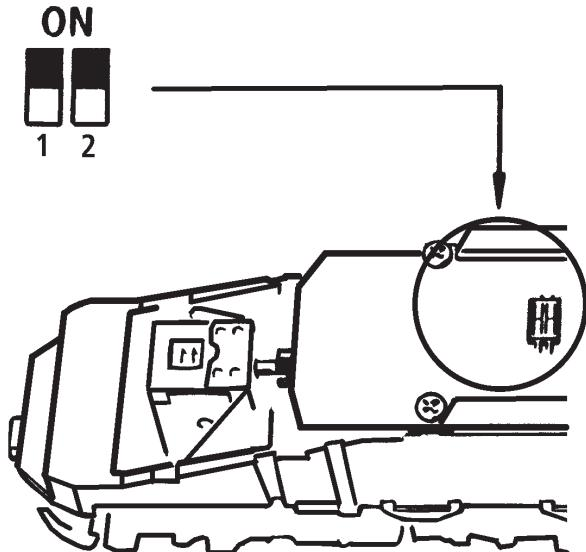

Fig. 7
**3. Change of traction tyre:** Remove the gear cover (fig. 7). Take out **wheel set** and remove **traction tyre** using a pin or a fine screwdriver (fig. 9). When pressing on the new traction tyre please **avoid twisting it**.
**3. Échange des bandages d'adhérence:** Démontez d'abord **le couvercle du carter des engrenages** des en-grenages (fig. 7). Délogez ensuite les essieux ban-dagés et enlevez, à l'aide d'une aiguille ou d'un tourne-vis fin, les bandages d'adhérence (fig. 9). Lors du montage des nouveaux bandages veuillez veiller à ce que les bandages **ne soient pas tor-dues**.
voir } Fig.7